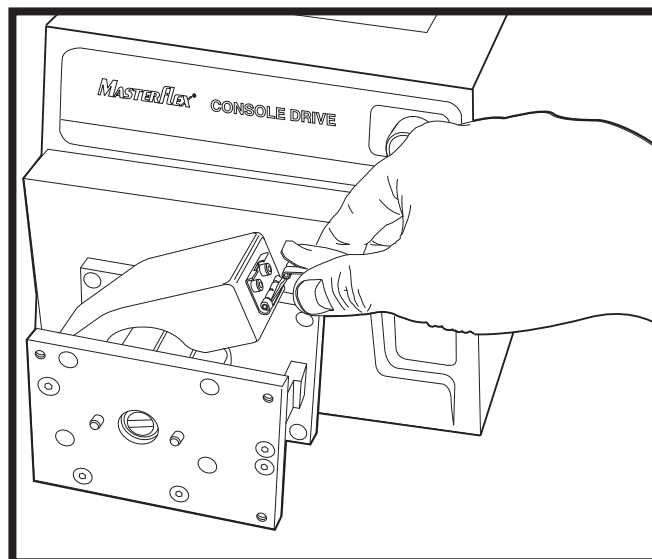

Figura 5, Suelte la traba y abra el asiento de oclusión.
1. Suelte la traba y abra el asiento de oclusión (Figura 5).